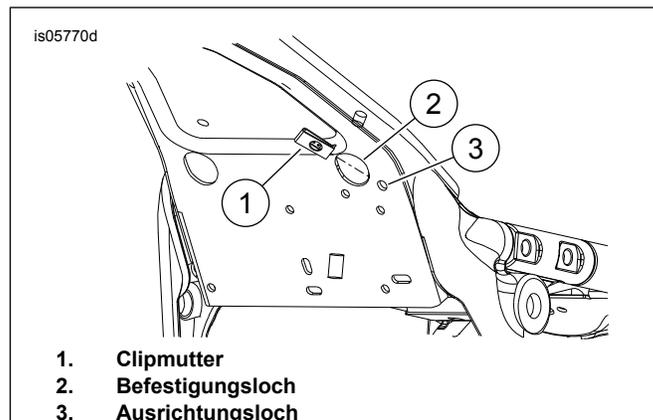

Abbildung 4. Clipmutter anbringen
1. Siehe Abbildung 4 >. Die Clipmutter (1) im Befestigungsloch (2) anbringen.
2. Den Clip auf das Ausrichtungsloch (3) ausrichten.